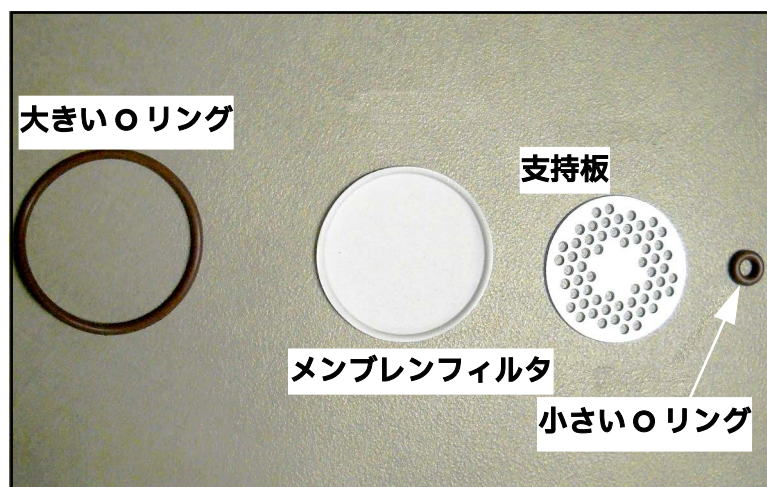

図 103: 取り外した O リング、メンブレンフィルタ、支持板
7. ティッシュを使用して、フィルタコンポーネントを清掃します（下の図103 を参照）。